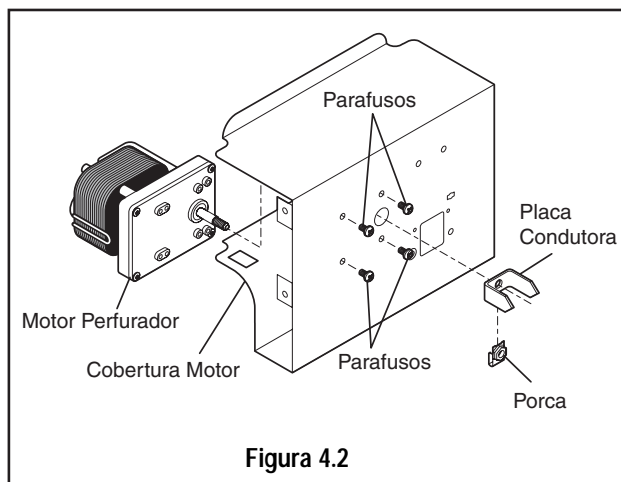

Figura 4.2
7. Gire a placa condutora e a porca (localizada na frente da cobertura do motor) no sentido anti-horário até que fique livre do eixo do motor (veja figura 4.2).